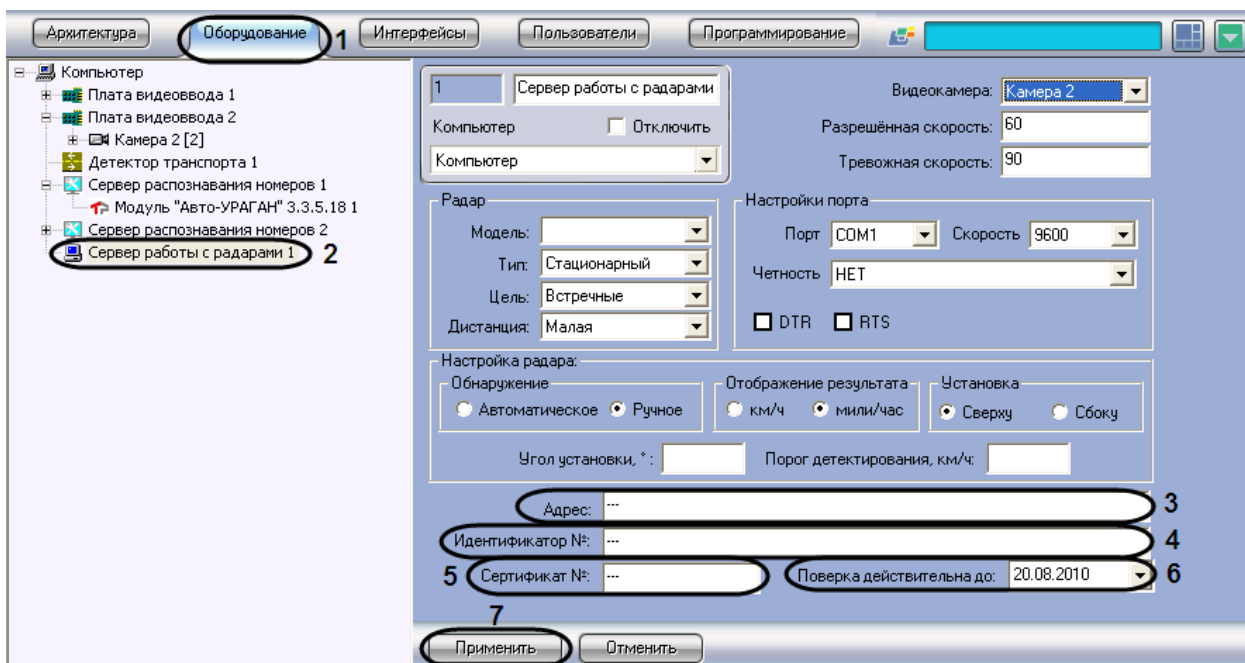

Рис. 7.3—14. Задание сведений об устройстве «Радар» для отображения в отчете о распознанном номере
2. В дереве объектов на вкладке «Оборудование» выбрать объект «Сервер работы с радарными», соответствующий настраиваемому программному модулю «Радар» (см. Рис. 7.3—14, 2). В правой части вкладки «Оборудование» отобразится панель настройки выбранного объекта
3. В поле «Адрес» ввести адрес местонахождения устройства «Радар» (см. Рис. 7.3—14, 3)
4. В поле «Идентификатор №» ввести заводской идентификационный номер устройства «Радар» (см. Рис. 7.3—14, 4)
5. В поле «Сертификат №» ввести номер соответствующего устройству «Радар» сертификата (см. Рис. 7.3—14, 5)
6. Из раскрывающегося списка «Поверка действительно до» выбрать дату, до достижения которой действительна метрологическая поверка устройства «Радар» (см. Рис. 7.3—14, 6)